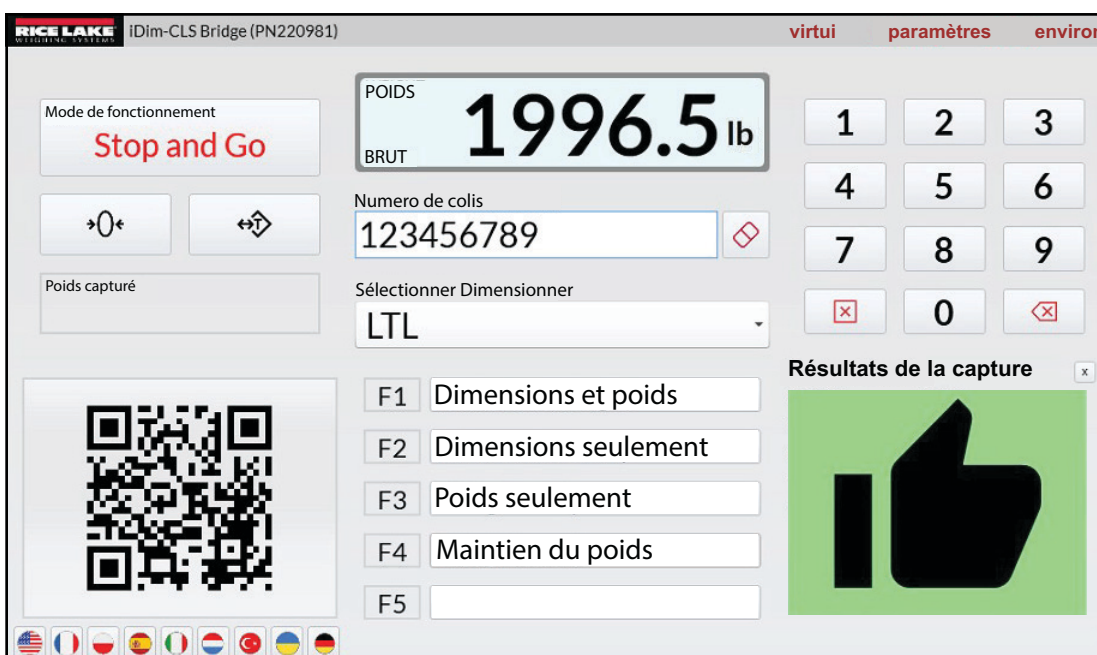

Figure 5-5. Résultats de pesage sous forme d'icône Pouce vers le haut/vers le bas
- **As Thumbs Up/Down (Sous forme de pouce vers le haut/vers le bas)** : Affiche les résultats de poids sous forme d'icône pouce vers le haut ou vers le bas (reportez-vous à la Section Figure 5-5., page 16)